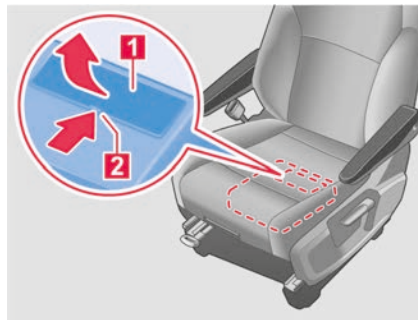

Abb. 175 Unter dem linken Sitz: Sicherungskasten (Prinzipdarstellung).
2. Verriegelung mit geeignetem Werkzeug nach hinten drücken → **Abb. 175 2**.
3. Abdeckung nach oben abnehmen → **Abb. 175 1**.